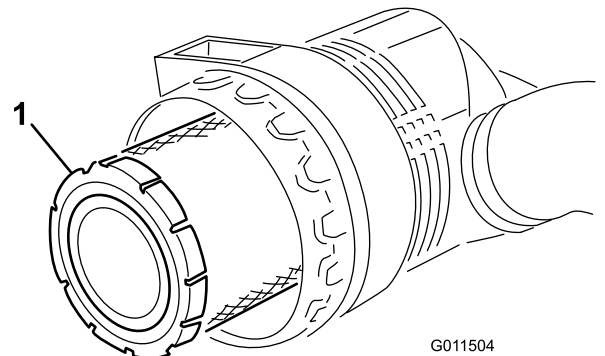
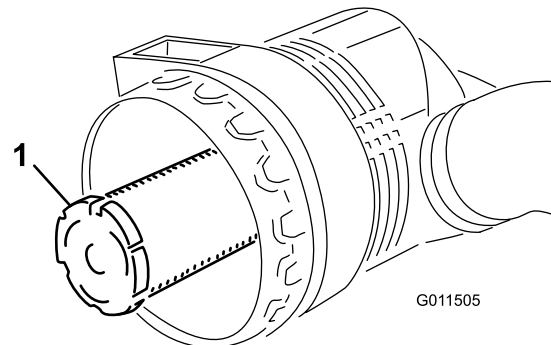

Bild 72
Bild 73
3. Entfernen Sie den Hauptfilter (Bild 72). Das Reinigen eines verwendeten Elements wird nicht empfohlen, da das Filtermedium beschädigt sein könnte. Prüfen Sie den neuen Filter auf Versandschäden, prüfen Sie das Dichtungsende des Filters und des Gehäuses. Verwenden Sie nie ein beschädigtes Element. Entfernen Sie **nicht** den Sicherheitsfilter (Bild 73).
Wichtig: Versuchen Sie nie, den Sicherheitsfilter zu reinigen (Bild 73). Tauschen Sie den Sicherheitsfilter bei jeder dritten Wartung des Hauptfilters aus.
4. Wechseln Sie den Hauptfilter aus (Bild 72).